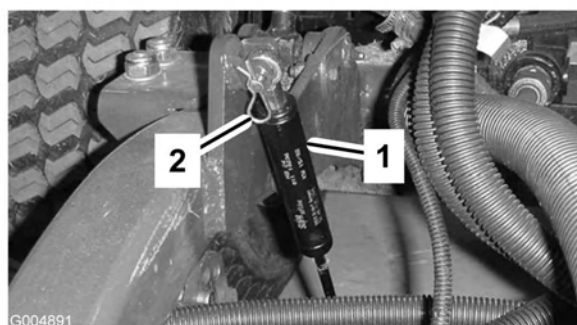

Figura 74
2. Togliete la coppiglia che fissa gli ammortizzatori ai bracci di sollevamento (Figura 74). Girate l'ammortizzatore verso la scocca.